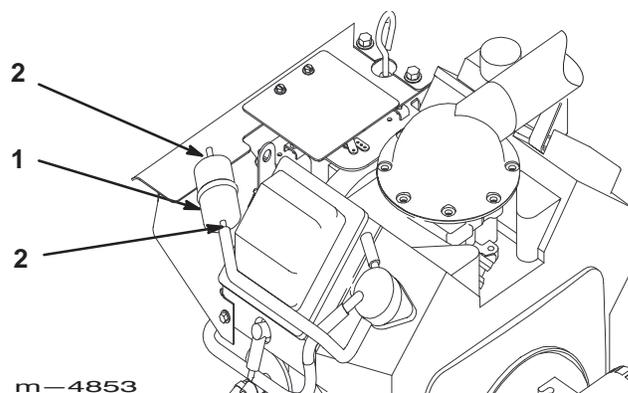

Figure 63
- Pincez les extrémités des colliers et faites glisser ceux-ci pour les éloigner du filtre (Fig. 63).